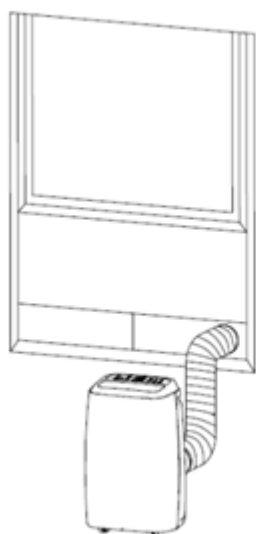
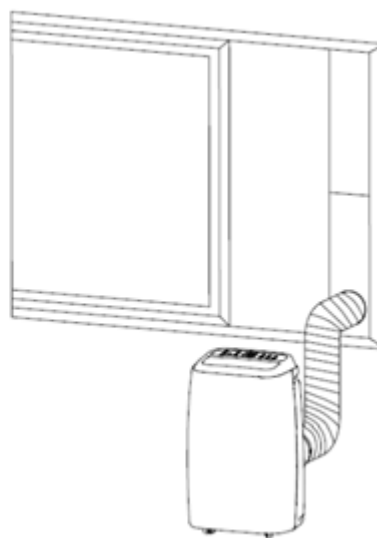

Fig. 5c
Fig. 5d
- 4) Si se usa el kit de ventana suministrado, Fig. 5c y Fig. 5d, coloque la placa deslizante del kit de ventana ya sea horizontalmente o verticalmente en la abertura de la ventana, fije el conector de extremo de la ventana de la manguera de evacuación a la placa deslizante del kit de ventana y ajuste la posición de la ventana.